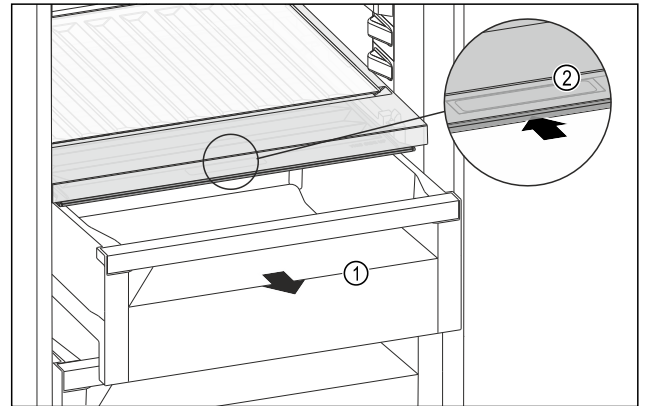

Fig. 158
- ▶ Извлеките выдвижной ящик Fig. 158 (1).
- ▶ Возьмитесь за утопленную ручку Fig. 158 (2) на крышке отделения и одновременно введите крышку отделения назад.